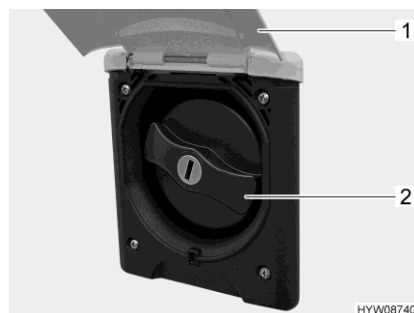

Fig. 157 Couvercle de fermeture (bec de remplissage d'eau potable)
- Basculer le portillon extérieur (Fig. 157,1) vers le haut.
- Tourner le couvercle de fermeture de couleur bleue (Fig. 157,2) d'un quart de tour.